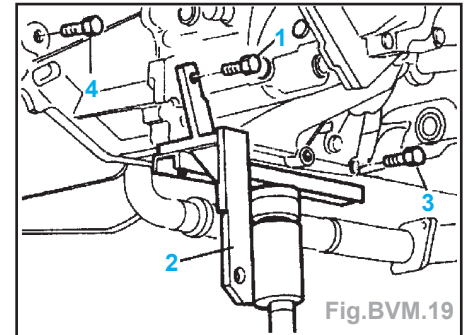

Fig.BVM.19
- Déposer la vis (1) fixant la cloche d'embrayage et positionner l'outil (2) en utilisant la vis (1) ainsi que d'un boulon pour l'ancrage de la partie ar. (Fig.BVM.19).